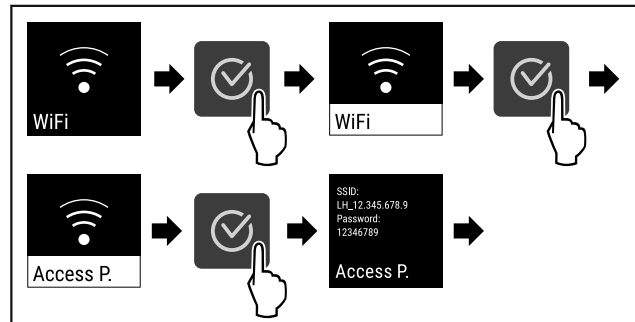

Fig. 84
- ▶ Genomför stegen (se Fig. 84).